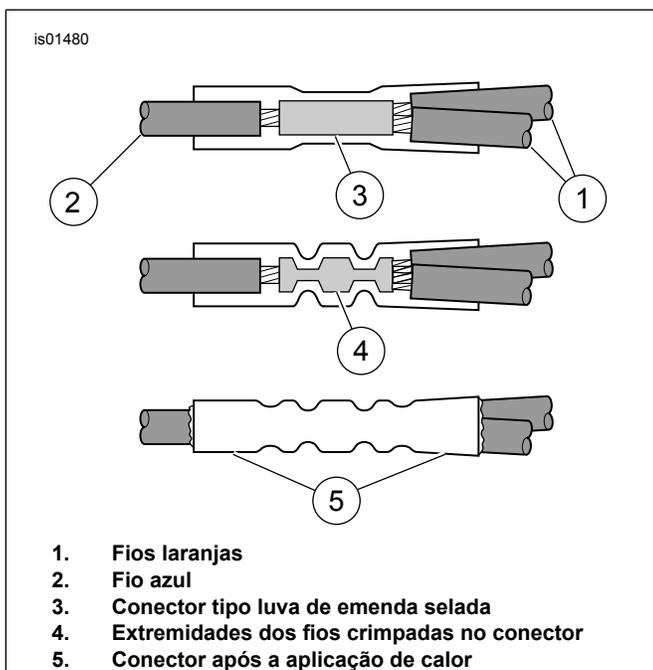

Figura 2. Instalação de conectores da luva de emenda selada
- e. Veja Figura 2. Insira as extremidades de ambos os fios laranja (1) e azul (2) do relé da lâmpada do freio no conector tipo luva de emenda selada (3) do kit.
- g. Veja Figura 2. Usando a ferramenta UltraTorch UT-100 (H-D 39969), a pistola térmica Robinair (H-D 25070) com acessório termorretrátil (H-D-41183) ou outro aquecedor radiante, aqueça a emenda crimpada para encapsular a conexão da emenda. Aplique calor do centro da crimpagem até cada extremidade, até que o material de vedação fundível saia em ambas as extremidades do conector (5). Deixe o conector esfriar.